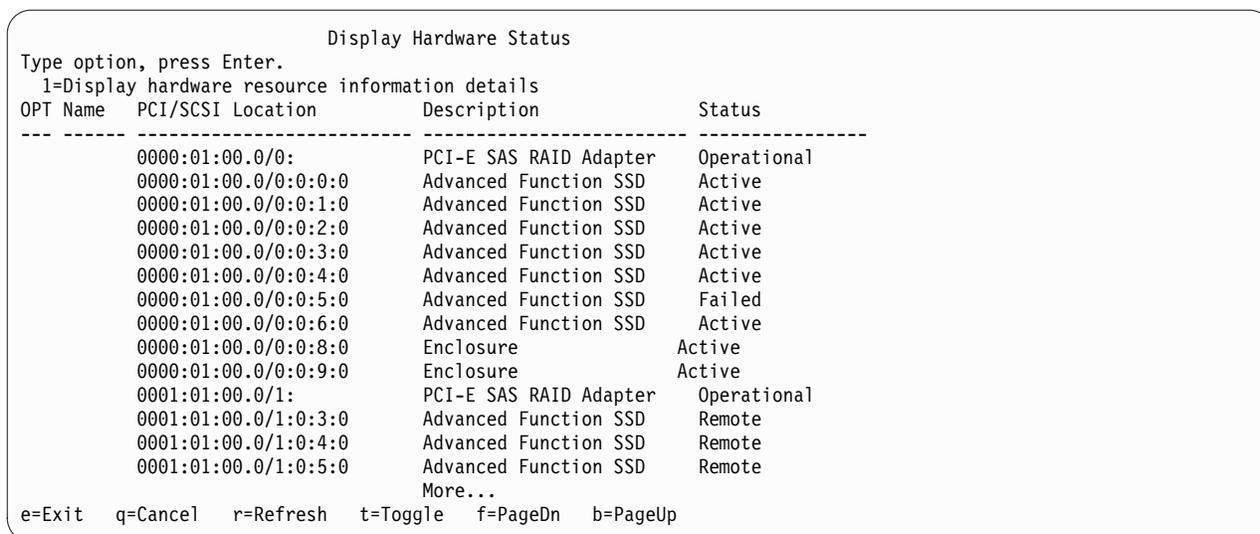

Figure 28. Exemple d'écran Display Hardware Status
- h. Sélectionnez **Display hardware status** dans l'écran IBM Power RAID Configuration Utility. Appuyez sur Entrée. L'écran Display Hardware Status apparaît tel que dans la figure 28 et la figure 29, à la page 42.